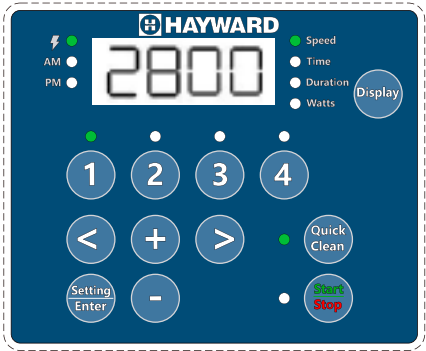

Figure 6
2. Appuyez sur la touche « Quick Clean » de nettoyage rapide. Les voyants du nettoyage rapide et du paramètre « Vitesse » clignotent pendant la modification. **Voir la figure 6.**